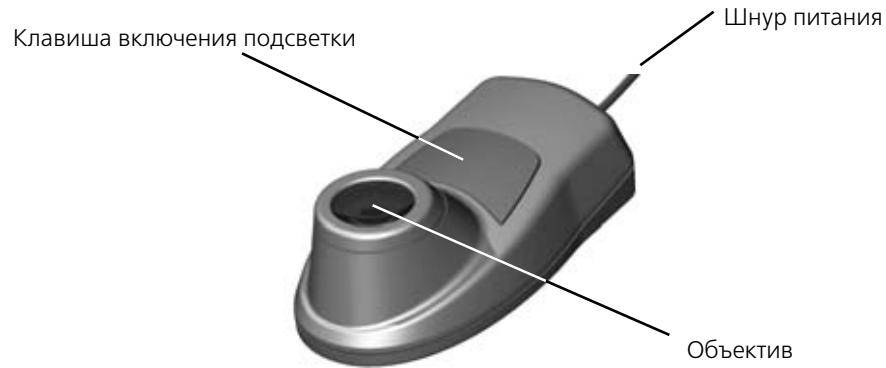

Рис. 1
2. Расположите объектив (рис. 1) над проверяемым участком (объект проверки должен находиться на плоской горизонтальной поверхности), включите встроенную подсветку и, удерживая клавишу нажатой, проведите исследование на предмет наличия защитных признаков.